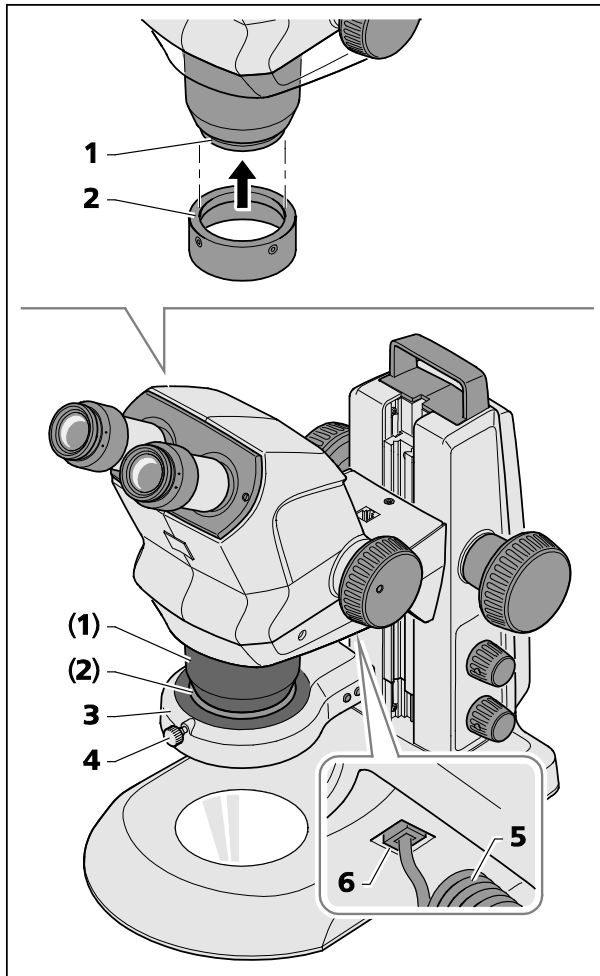

Fig. 9 Montage de l'éclairage annulaire
- Emboîtez la bague A53 (Fig. 9/2) par en bas sur le verre anti-poussière (Fig. 9/1) du Stemi 508 et fixez-la avec les deux vis de retenue (six pans creux de 3 mm).
- Enfichez le câble de raccordement (Fig. 9/5) de l'éclairage annulaire (Fig. 9/3) dans la prise inférieure (Fig. 9/6) du bras support de microscope et dans la prise de l'éclairage annulaire.
- Appliquez l'éclairage annulaire sur la bague A53 (Fig. 9/2) en le faisant coulisser par le bas, puis immobilisez-le avec la vis moletée (Fig. 9/4).
- Soulevez l'éclairage annulaire portant la bague d'adaptation vers la lentille additionnelle et fixez l'ensemble avec la vis de serrage (comme sur Fig. 9).